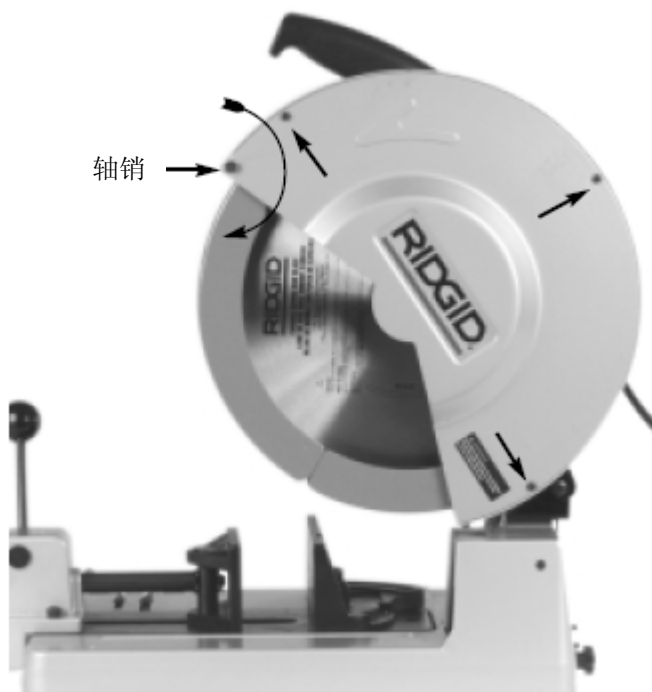

图7 — 拆下安全罩壳
2. 拧下安装罩壳上的三个螺钉，顺时针旋转取下罩壳，这样就可以看到心轴（见图7）。